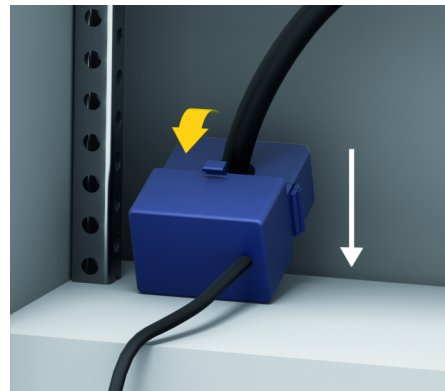

Рис. 15: Приклад установлення датчика струму
- ▶ Дотримуйтеся напрямку вимірювання датчика (рис. 15, стрілка білого кольору).
- ▶ Виберіть місце встановлення з прямим проходженням проводів і дотримуйтеся напрямку вимірювання (**стрілка спрямована до споживача**) (рис. 15, стрілка білого кольору).
- ▶ Вставте провід для встановлення в датчик струму й закрийте кришку датчика (рис. 15, стрілка жовтого кольору).